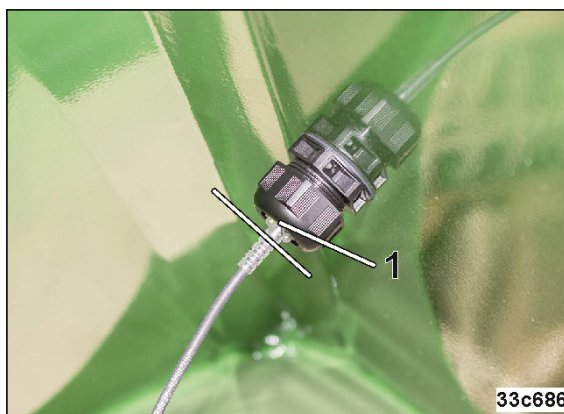

Bild 142
4. Sätt in nivåsensorn så långt i fästet tills kabelutgången sitter an i fästet (Bild 142/1).